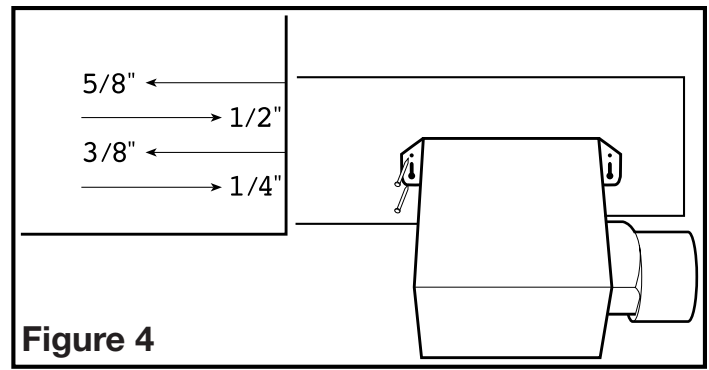
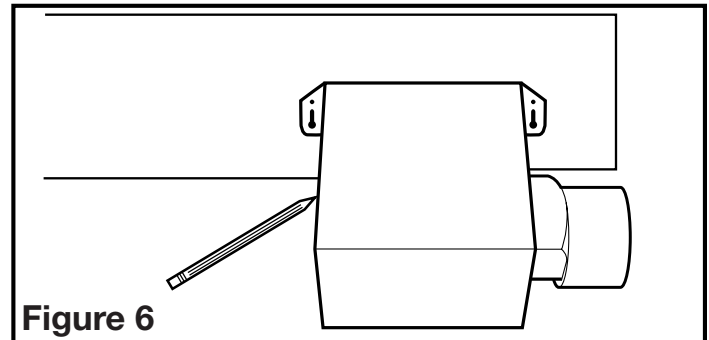

Figure 4
Figure 6
- Installation des Onglets de Montage :** à l'aide des guides sur le châssis du ventilateur, aligner le châssis pour qu'il soit à effleurement avec le plafond fini. Positionner le ventilateur pour que les onglets reposent à plat contre la solive et fixer en place à l'aide de quatre (4) clous (non-compris) pour assurer une bonne installation (**Figure 4**).
- Installation des Onglets de montage :** positionner le châssis contre la solive et tracer un contour du châssis sur le matériau du plafond (**Figure 6**). Mettre le châssis de côté et découper l'ouverture, en prenant soin de ne pas couper de câble électrique dissimulé ou autre utilité. Placer le châssis près de la solive et vous assurer qu'il soit à effleurement avec le plafond fini. Fixer avec quatre (4) clous (non-compris) pour assurer une installation adéquate (**Figure 4**).